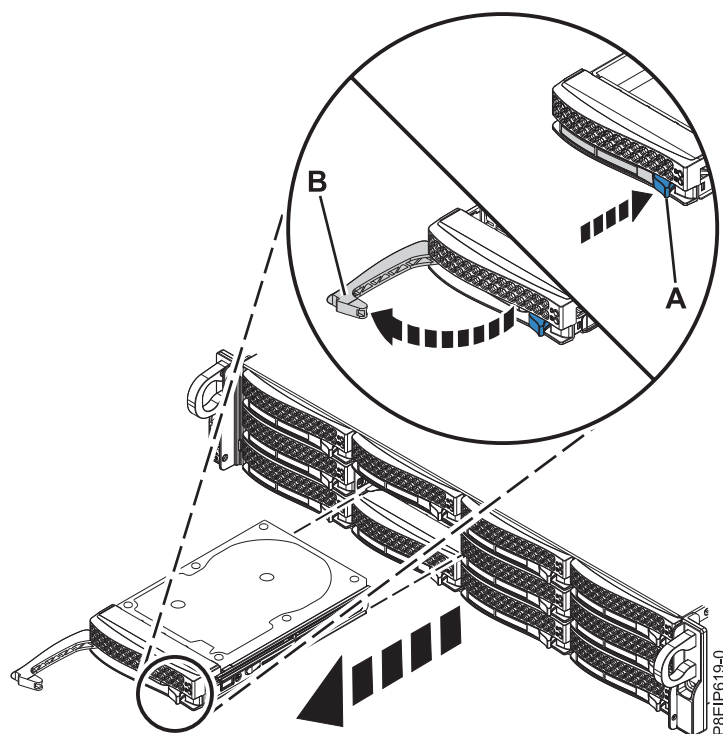

Figure 98. Retrait d'une unité
2. Déverrouillez la poignée de la baie d'unité (B) en poussant le loquet de la poignée (A) comme indiqué dans la figure 98. La poignée (B) sort d'un coup sec. Si la poignée n'est pas complètement sortie, l'unité ne peut pas être retirée du système.